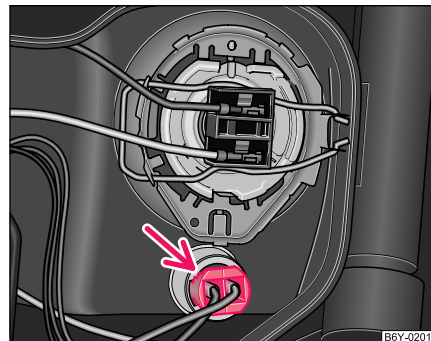

Abb. 156 Ausbau der Glühlampe für Standlicht vorn
- Ziehen Sie die Lampenfassung mit Glühlampe für Standlicht aus dem Scheinwerfer heraus ⇒ Seite 220, Abb. 156.